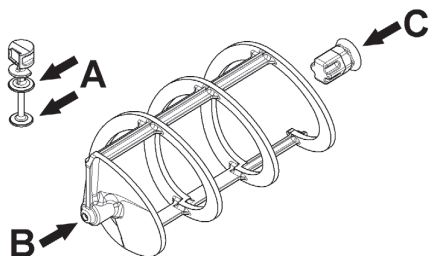

figura 9
- 2 Lubrificare il pistone rubinetto, il giunto esagonale ed il mescolatore nei punti indicati in figura 9 utilizzando esclusivamente il grasso in dotazione con la macchina o altro **grasso per uso alimentare**.